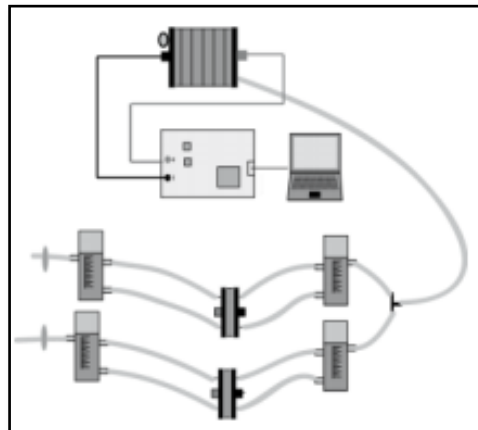

Figura 4: Esquemas de construcción
- Arme la configuración de ensayo según lo mostrado en la figura 4.